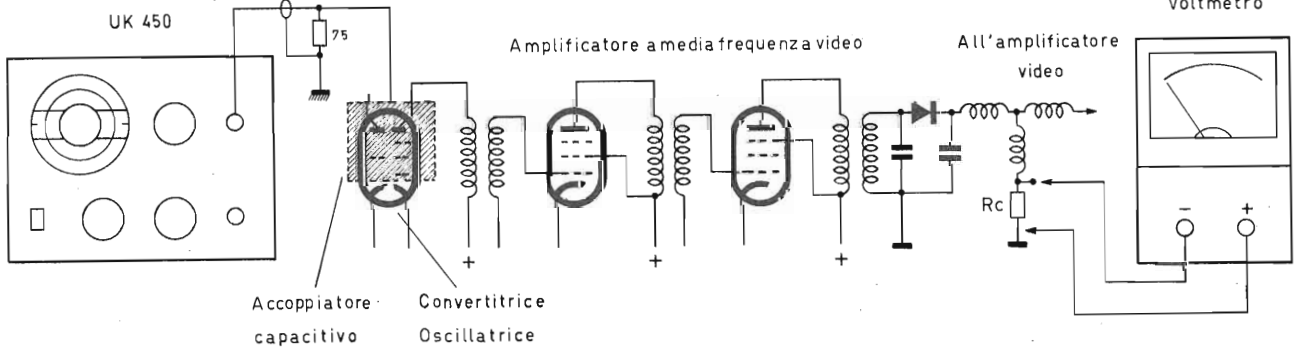

Fig. 9 - Schema di collegamento degli strumenti per l'allineamento dell'amplificatore a media frequenza con l'ausilio di un voltmetro.
- A) Collegare gli strumenti come indica la fig. 9.